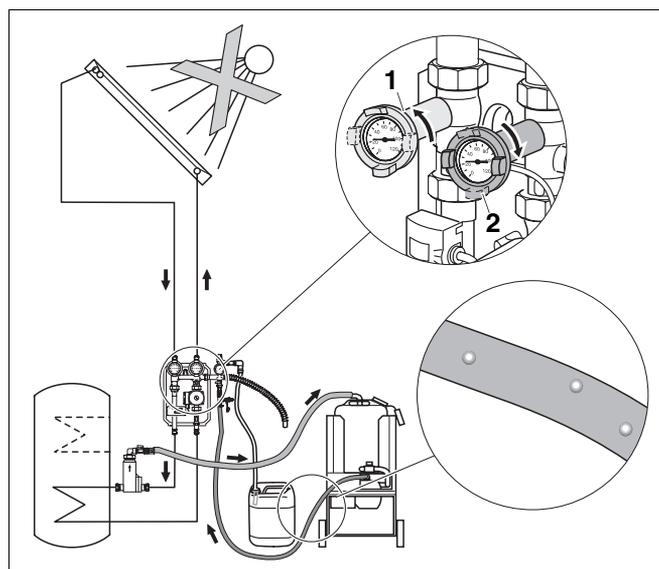

Abb. 21 Roten Kugelhahn öffnen, blauen schließen
- Öffnen Sie nach dem Spülen der unteren Rohrleitungen langsam den roten Kugelhahn (Abb. 21, **Pos. 1**, solarer Vorlauf) der Kompletstation. Warten Sie, bis sich das einströmende Solarfluid im Behälter der Befüllstation beruhigt hat.
- Schließen Sie den blauen Kugelhahn (Abb. 21, **Pos. 2**, solarer Rücklauf) der Kompletstation.
Drosseln Sie zwischendurch kurz den roten Kugelhahn (Abb. 21, **Pos. 2**, solarer Vorlauf) der Kompletstation und öffnen Sie ihn wieder schnell – dieser Vorgang löst die Luftblasen aus der Solaranlage. Wiederholen Sie diesen Vorgang mehrmals hintereinander.